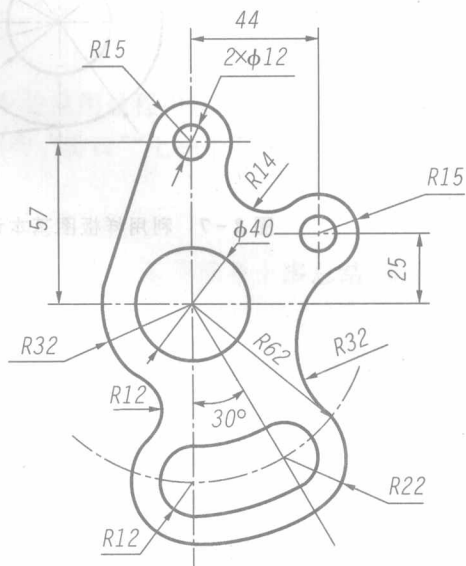

图 2-5 利用样板图基本设置和直线、画圆命令绘制图形
5. 利用样板图基本设置和直线、画圆等命令绘制如图 2-5 所示的图形。